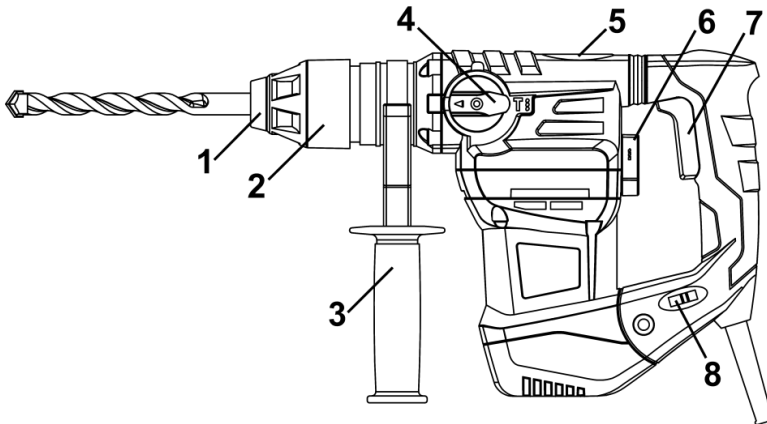

Рисунок 1
5.1 Виберіть необхідний режим роботи виробу за допомогою перемикачів (4) та (6) (дивіться рисунок 1).
• Перед включенням виробу виберіть швидкість обертання патрона, встановивши регулятор (8) в необхідне положення. Для виключення несправності блоку управління швидкістю обертання двигуна не змінюйте положення регулятора (8), утримуючи клавішу вимикача (7).
5.2 Для включення виробу натисніть на курок вимикача (7) (рисунок 1). Для відключення виробу слід курок відпустити.